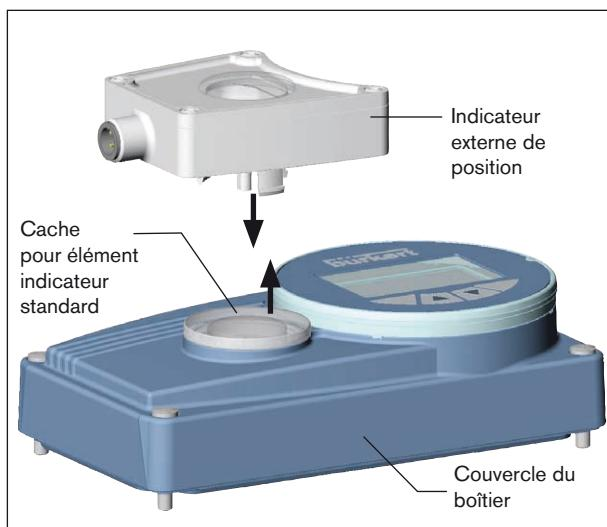

Fig. 2: Mettre l'indicateur externe de position en place
- Faire sortir le cache de l'indicateur de position standard du couvercle de boîtier en appuyant (voir Fig. 2: ).
- Poser l'indicateur externe de position dans l'évidement rond du couvercle de boîtier et appuyer sur l'indicateur jusqu'à ce qu'il s'enclenche (voir Fig. 2: ).